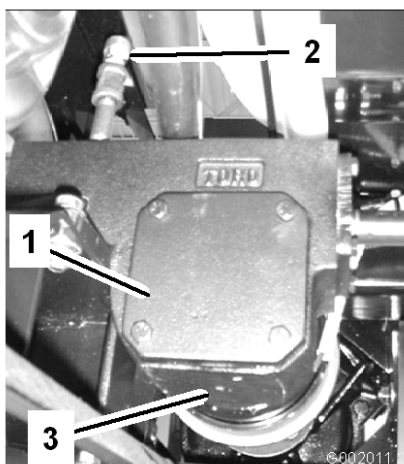

Figura 68
2. Coloque um recipiente de escoamento debaixo do bujão de drenagem da caixa de velocidades da accionamento da bomba (Figura 68).
3. Retire o bujão de enchimento e escoamento (Figura 68), para permitir a drenagem do óleo para o recipiente.